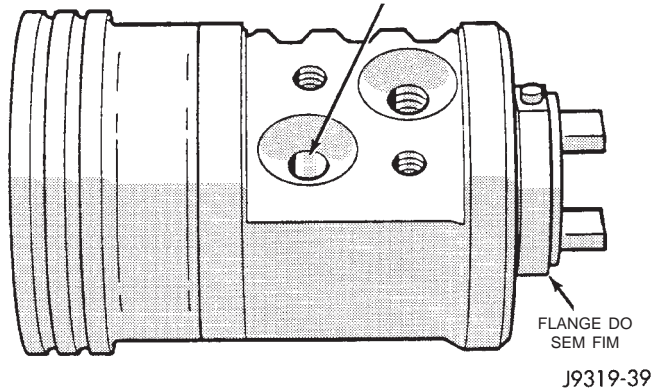

Fig. 22 Instalando as Esferas no Pistão da Cremalheira
(3) Instale o eixo sem fim no pistão da cremalheira e alinhe o sulco espiralado do sem fim com o furo do guia das esferas do pistão da cremalheira (Fig. 22).
(4) Lubrifique e instale as esferas do pistão através do furo do guia de retorno enquanto gira o sem fim em sentido ANTI-HORÁRIO (Fig. 22).